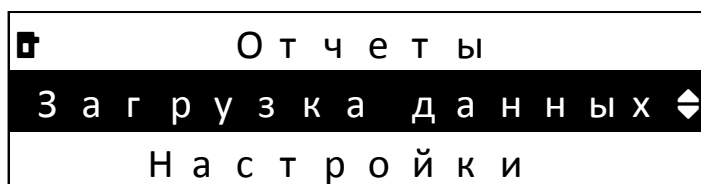

Рисунок 5.1.3 – Окно выбора меню Загрузка данных
5.7 Окно выбора меню **Загрузка данных** (рисунок 5.1.3) (п. 7.5).